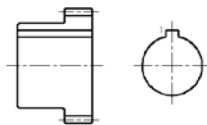

图 9.116 打开的场文件
(1) 启动 AutoCAD 2012, 打开随书附带光盘 CDR0M/素材/Cha09/零件图.dwg 文件, 如图 9.116 所示。